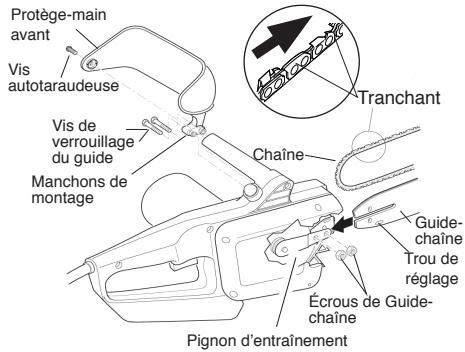

Figure 4- Assemblage du guide-chaîne, de la chaîne et du protège-main
1. Antes de regular la cadena, asegúrese que las tuercas de la barra guía estén solamente ajustadas a mano (ver la Figure 4). También asegúrese que el bloque de regulación esté en el orificio ovalado de regulación de la barra guía (ver las Figures 4 y 5).